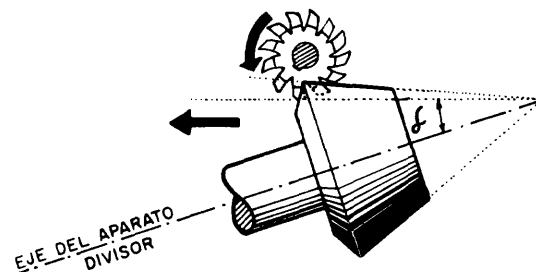

Fig. 1
Consiste en hacer dientes rectos siguiendo la generatriz de la superficie lateral de un cuerpo con forma de tronco de cono, diseñado para rueda de engranaje. Los flancos de los dientes convergen en el vértice del cono (fig. 1).
- 2º paso - Ponga en posición el husillo del aparato divisor inclinándolo según el ángulo δ del cono interior (fondo del diente, fig.1).